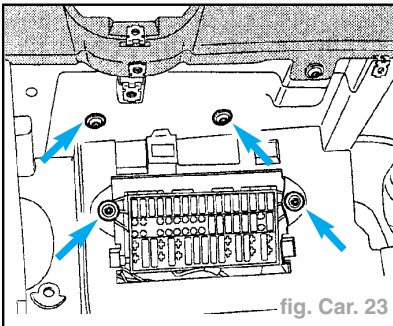

fig. Car. 23
- Dévisser entièrement les quatre vis (flèches) (fig. Car. 23).